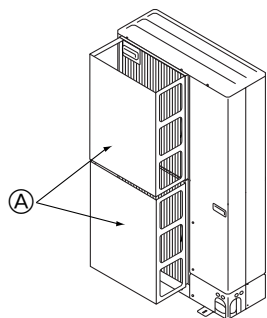

Fig. 2-15
① Installeer een optionele luchtgeleider als het apparaat wordt geïnstalleerd op een plaats waar krachtige windstoten zoals van tyfoons, enz. rechtstreeks de luchtuitlaat kunnen binnendringen. (Fig. 2-15)